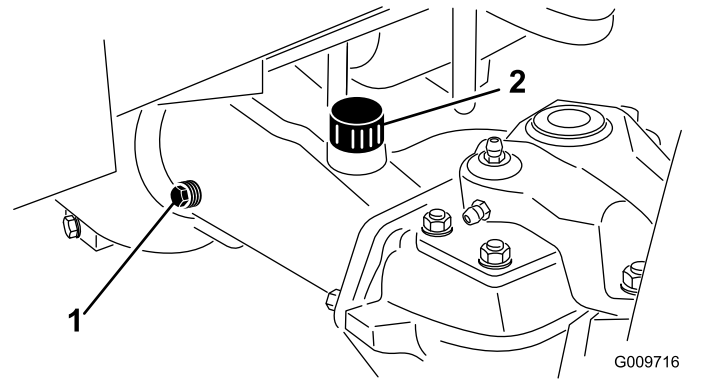

Figure 91
2. Enlevez un bouchon de contrôle à une extrémité du pont arrière (Figure 91) et vérifiez que l'huile atteint la base de l'orifice. Si le niveau est trop bas, enlevez le bouchon de remplissage (Figure